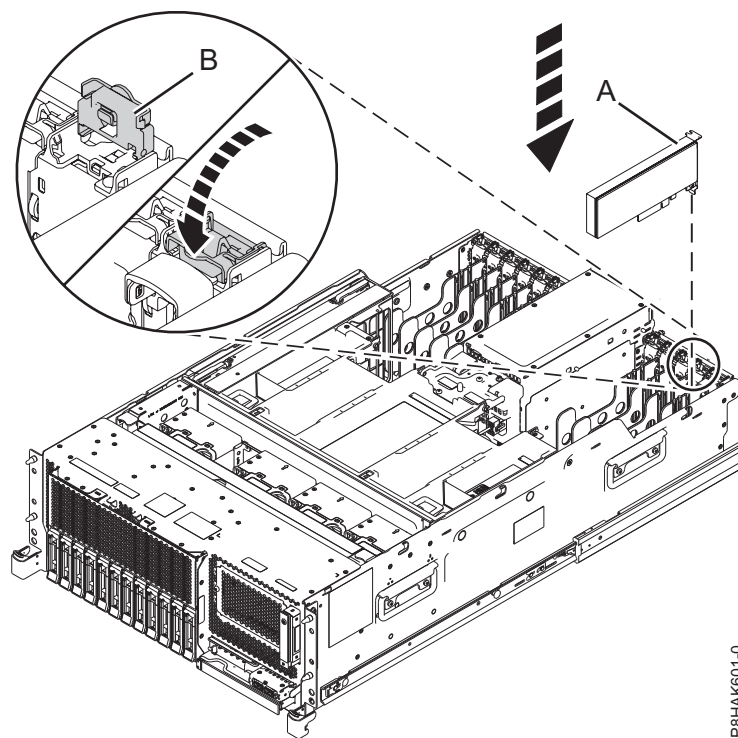
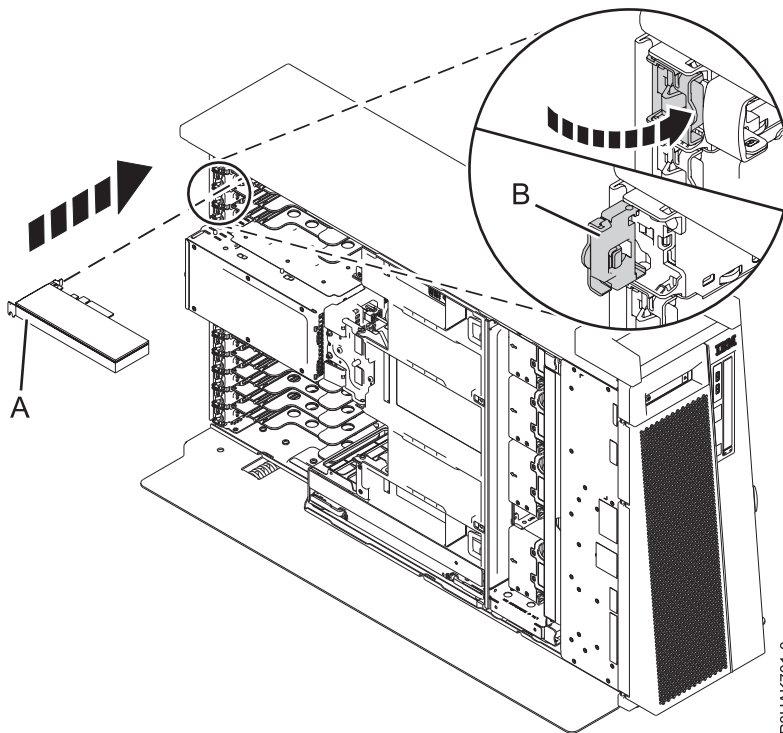

Figura 54. Instalar ou substituir um adaptador PCIe num sistema montado em bastidor
Figura 55. Instalar ou substituir um adaptador PCIe num sistema 8286-41A autónomo
7. Se a patilha do adaptador **(B)** na ranhura alvo não estiver na posição aberta, puxe a patilha para a posição aberta ao rodar a patilha para fora do respectivo clip na parte posterior do sistema, como demonstrado em Figura 54 na página 61 e Figura 55 na página 61.
8. Agarre cuidadosamente o adaptador pela respectiva aresta superior ou contraponto e alinhe o adaptador com a ranhura e o respectivo conector no painel posterior do sistema **(A)**, conforme demonstrado em Figura 54 na página 61 e Figura 55 na página 61.
10. Para bloquear o adaptador na respectiva ranhura, rode a patilha do adaptador **(B)** na direcção demonstrada em Figura 54 na página 61 e Figura 55 na página 61.